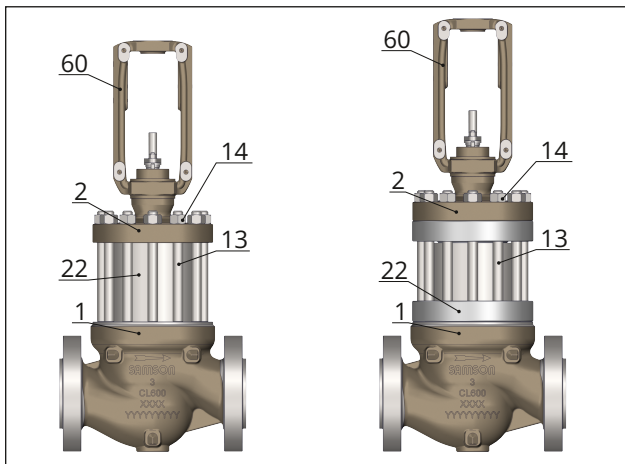
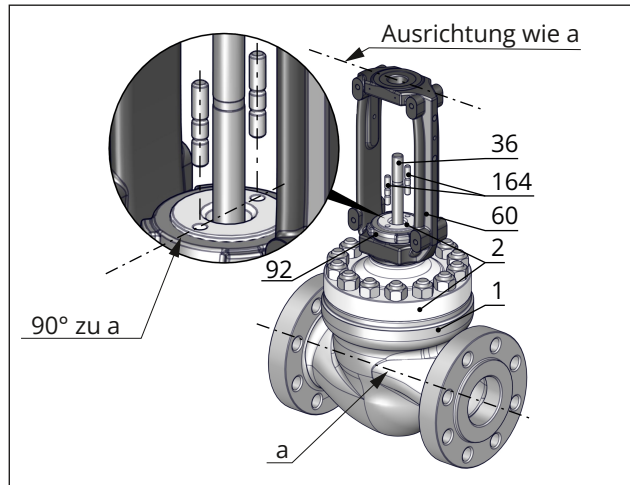

Bild 23: Mögliche Ausführungs- und Einbauvarianten des Zwischenstücks
Bild 26: Ausrichtung des Oberteils auf dem Ventilgehäuse und Ausrichtung des Jochs auf dem Oberteil
1. Ventiloberteil (2) einschließlich Joch (60) von oben senkrecht über die Kegelstange (36) je nach Variante (vgl. Bild 23) lose auf das Zwischenstück (22) setzen. Ausrichtung beachten, vgl. Bild 26. Die beiden Bohrungen auf der Oberseite des Oberteils müssen senkrecht zur Rohrleitungsachse liegen.
2. Kegel (5) fest in den Sitz (4) drücken. Dabei Ventiloberteil (2) mit Gehäusemuttern (14) befestigen. Gehäusemuttern (14) schrittweise über Kreuz anziehen. Anzugsmomente beachten.
1. Ventiloberteil (2) abbauen, vgl. Abschnitt „a) Standardoberteil abbauen“ in Kap. 9.4.1.
2. Sämtliche Stopfbuchsteile mit geeignetem Werkzeug aus dem Packungsraum im Ventiloberteil (2) herausziehen.
3. Spiraldichtringe (17, 126) vom Zwischenstück (22) und Zylinder (463) oder vom Ventiloberteil (2) entnehmen.
4. Zylinder (463) mit Sonderwerkzeug senkrecht nach oben aus dem Zwischenstück (22) entnehmen. Dabei Druck von oben auf die Kegelstange (36) geben, damit die Haftreibung zwischen DE-Dichtung (45) und Kegel (5) überwunden wird und die Garnitur nicht mit angehoben wird, sondern im Gehäuse (1) verbleibt.
5. Kegel (5) und Kegelstange (36) senkrecht nach oben aus dem Liner (424) herausziehen und aus dem Ventilgehäuse (1) und Zwischenstück (22) entnehmen.
6. Liner (424) senkrecht nach oben aus dem Ventilgehäuse (1) und Zwischenstück (22) entnehmen.
7. Je nach Einbauvariante des Zwischenstücks (vgl. Bild 23) das Zwischenstück (22) demontieren und vom Ventilgehäuse (1) abheben.
8. Spiraldichtring (17) aus dem Ventilgehäuse (1) entnehmen.
9. Sitz (4) aus dem Ventilgehäuse (1) entnehmen.
10. Flachdichtung (197) aus dem Sitz (4) entnehmen.
11. Spiraldichtring (127) aus dem Ventilgehäuse (1) entnehmen.